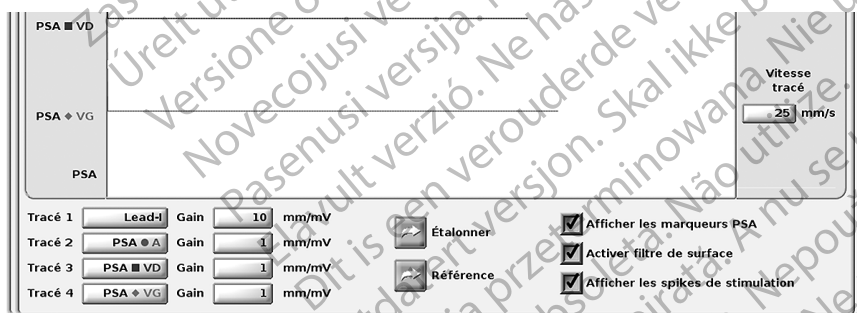

Figure 8. Exemple du panneau Tracés de sonde (partie inférieure agrandie)
- Le bouton Agrandir les tracés  élargit la région du tracé de la sonde pour remplir la fenêtre de visualisation et fournit des renseignements supplémentaires au bas de l'affichage des tracés. Voir la Figure 8.